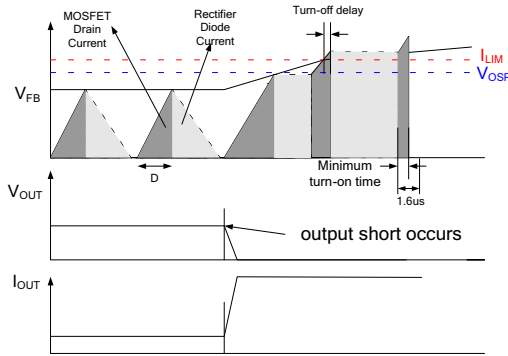

图 20. 输出短路波形 (OSP)
1.2 μs 时, FPS 视此情况为异常错误并关断 PWM 开关, 直至 V_{CC} 再次达到 V_{START}。异常情况输出如图 20 中所示。